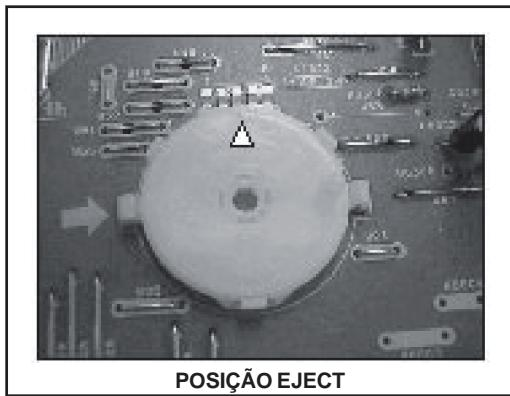

Fig. S10
f) Posicione a Chave de modo na posição eject como mostra a Fig. S10.